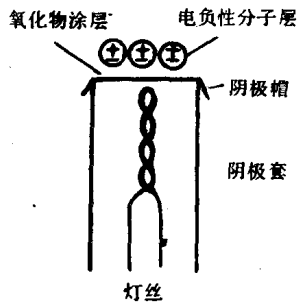

图2 阴极中毒现象
2. 由于阴极中毒，在阴极涂层表面就形成电负性分子层(图2)，阻止电子逸出氧化物表面，降低阴极发射电子的能力。这样，大大缩短显像管寿命。